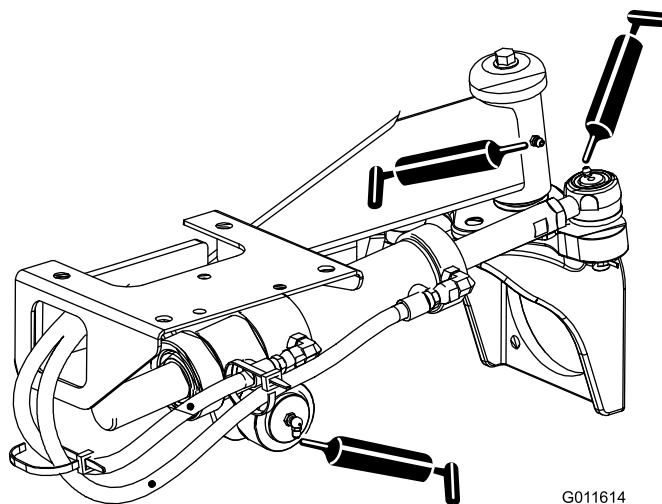

Figura 35
- Rótulas do cilindro de direção (2) e eixo traseiro (1) (Figura 35)